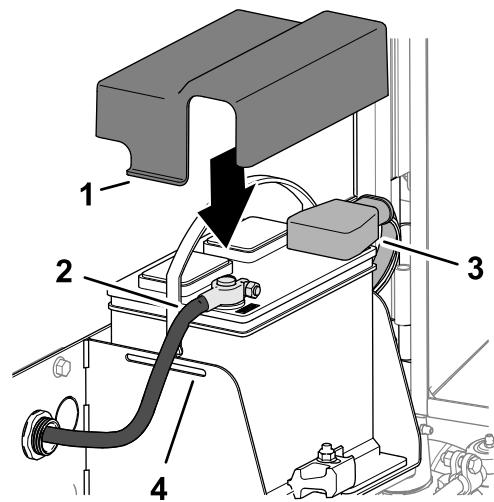

Рисунок 133
1. Подсоедините положительный кабель аккумулятора (красный) к положительному (+) полюсному штырю аккумулятора (Рисунок 133).